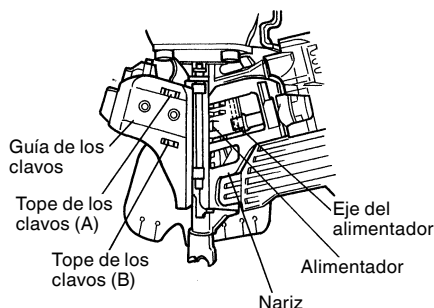

Fig. 22
- (2) Abra la guía de los clavos y limpie el polvo, etc., como se muestra en la Fig. 22. Aplique lubricante en la ranura de deslizamiento del alimentador y en el eje del alimentador. Compruebe que el tope de clavos (A) y el tope de los clavos (B) se desliza con suavidad presionándolos con el dedo.